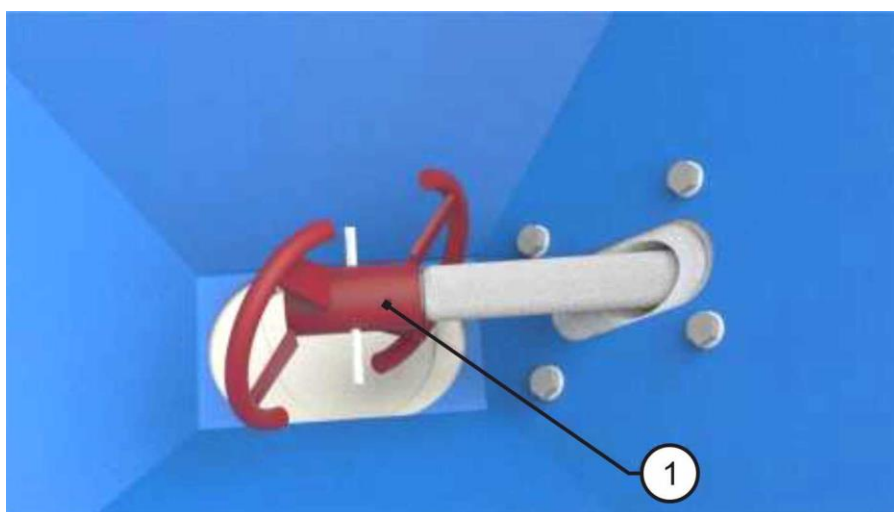

Рис. 7
2.4.4. Шнеко подібний зворушувач (Рис. 7 поз. 1) забезпечує рівномірне просипання добрива до розподільчих дисків. Повільно обертаючись, спіралеподібні сегменти зворушувача рівномірно транспортують добриво до відповідного вихідного отвору.